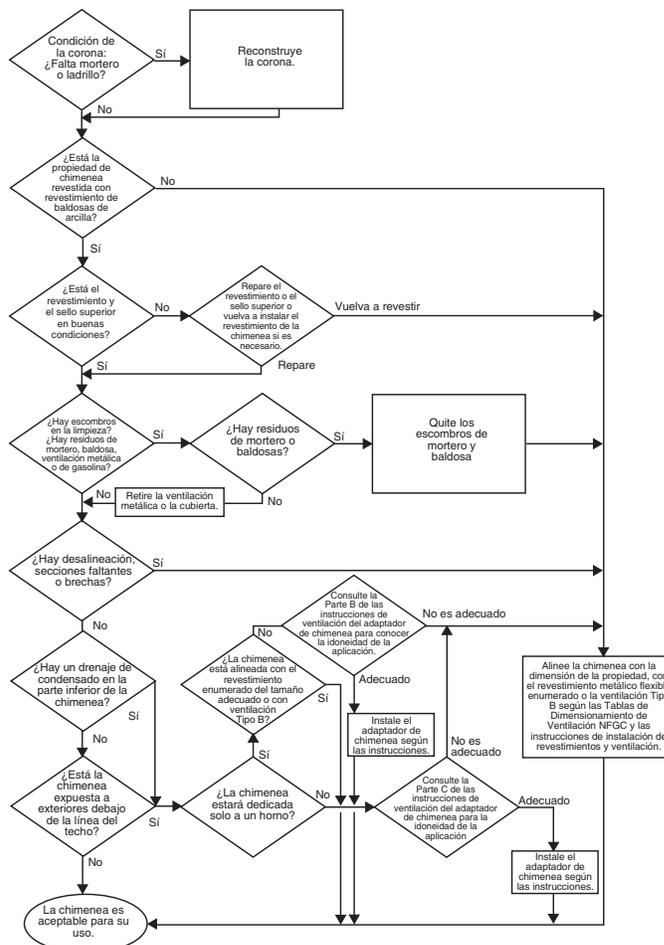

Fig. 37 – Gráfico de inspección de chimenea
- No ventile este dispositivo en una chimenea de mampostería sin revestimiento. (Consulte la Tabla de Inspección de la Chimenea en la Fig. 37).
Las inspecciones antes de la venta y en el momento de la instalación determinarán la aceptabilidad de la chimenea o la necesidad de reparación o (volver a instalar) el revestimiento. Consulte la Fig. 37 para realizar una inspección de la chimenea. Si la inspección de una chimenea revestida de baldosas usada previamente: